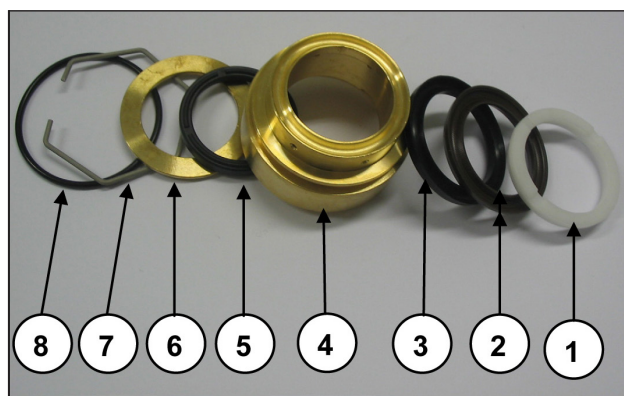

Fig. 44
**Faire attention à l'ordre du désassemblage du lot des joints, comme l'indique la Fig. 44, qui se compose :**
- Lubrifier les composants ②③⑤ (Fig. 44) avec de la graisse à base de silicone OCILIS réf. 12001600 ; cette opération est considérée nécessaire pour faciliter l'adhérence de la lèvre des joints sur le piston.